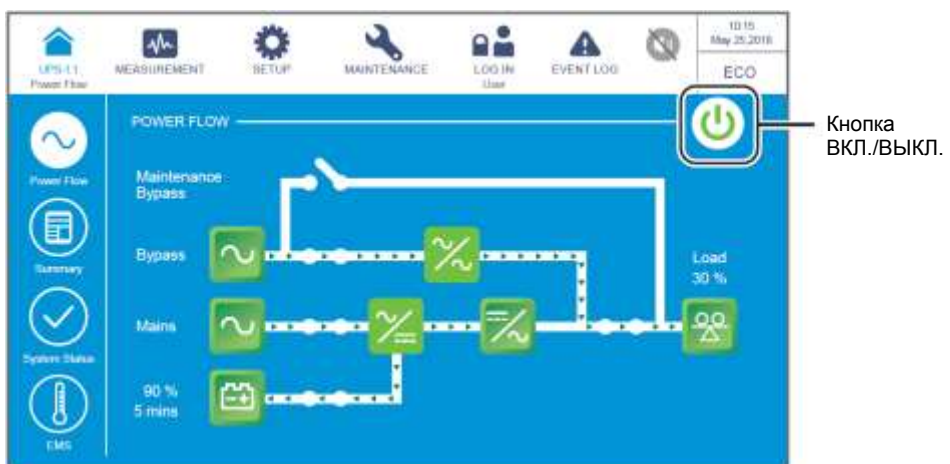

Рисунок 6-52: Экран ECO-режима и кнопка ВКЛ./ ВЫКЛ.
1) В ECO-режиме на ЖК-дисплее отображается следующий экран (*Рисунок 6-52*), а трехцветный светодиодный индикатор горит зеленым. Расположение трехцветного светодиодного индикатора см. на *Рисунке 2-11*.